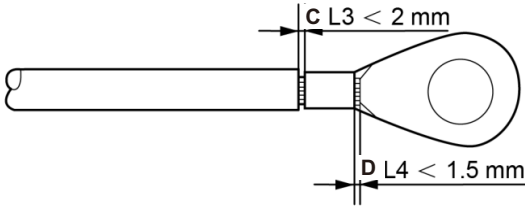

图5.9 线缆压接
- 4. 将剥去绝缘层的线芯穿入OT 端子的导体压接区内，并用液压钳压紧（如图5.9）。